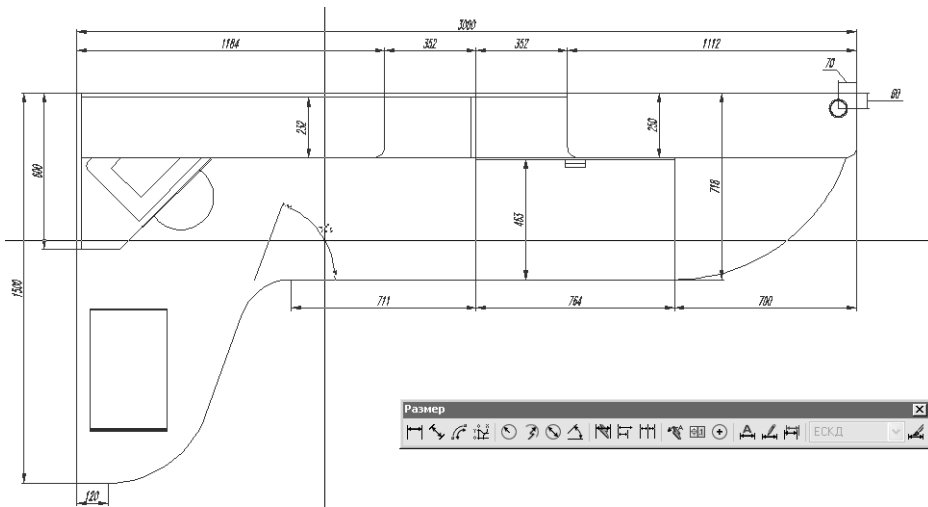

Рис. 12.23 ▼ Та же надпись после изменения масштаба
4. После изменения масштаба вы увидите, что интересующий нас объект представляет собой надпись **Вн-ссылка** Work121.dwg (Xref Work121.dwg) (рис. 12.23).